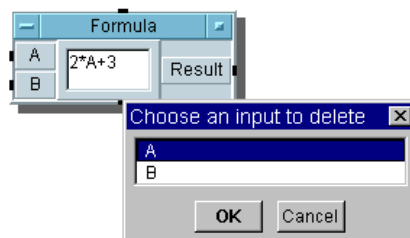

図 1-24. [Delete Terminal] ダイアログ・ボックス
1. オブジェクト・メニューを開き、[Delete Terminal] ⇒ [Input] を選択します。または [Delete Terminal] ⇒ [Output] を選択して、削除する入力 / 出力端子を選択し、[OK] をクリックします。たとえば、図 1-24 は、[Delete Terminal] ⇒ [Input] を選択した場合に表示されるダイアログ・ボックスです。